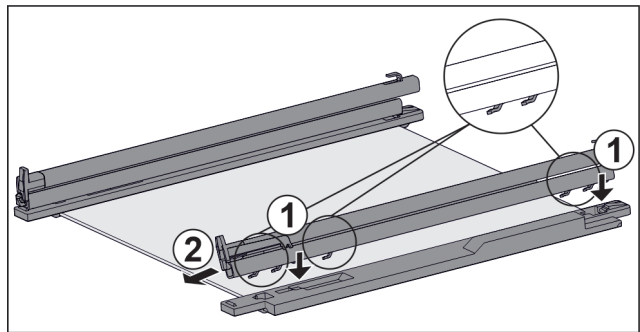

Fig. 121 Glasplatte mit Schienen und Halteteilen
- ▶ Haken der Schiene auf die Öffnungen des **linken** Halteteils setzen. Fig. 121 (1)
- ▶ Schiene nach vorne ziehen. Fig. 121 (2)
- ▶ Haken der Schiene auf die Öffnungen des **rechten** Halteteils setzen. Fig. 121 (1)